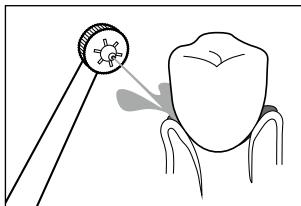
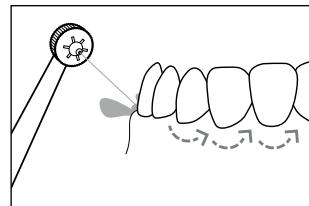

Fig. 8
Fig. 9
- ▶ Ne mettez le manche ⑤ en marche qu'une fois en bouche afin d'éviter des projections d'eau.
- ◆ Allumez le manche ⑤ en plaçant l'interrupteur marche/arrêt du jet d'eau **I/O ④**, situé sur le manche ⑤, sur I.
- ◆ Pour le nettoyage, dirigez le jet d'eau vers les espaces interdentaires et les bords des dents. Tenez la canule **2** de manière à ce que le jet d'eau puisse éliminer les restes alimentaires des gencives (voir fig. 8). Déplacez la canule **2** lentement le long des bords des dents d'un espace interdentaire à l'autre (voir fig. 9). Nettoyez de cette manière toutes les faces intérieures et extérieures des dents.